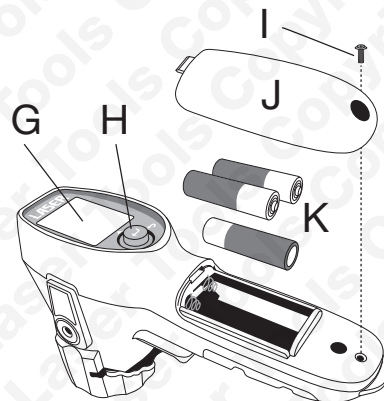

Fig. 3
- Plaats de batterijen (zie Afb. 3). Drie 1,5V-batterijen (AA) zijn meegeleverd.